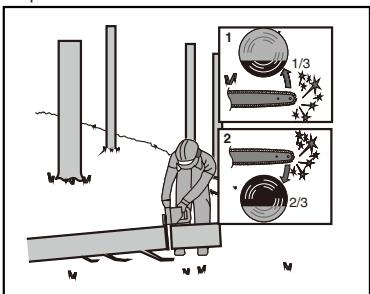

Figure 4
Lorsque le tronc est soutenu à une extrémité, comme illustré à la Figure 4, coupez au 1/3 de son diamètre par le dessous (tronçonnage par le dessous) (1). Puis, terminez la coupe en tronçonnant par le dessus (2) pour rencontrer la première coupe.